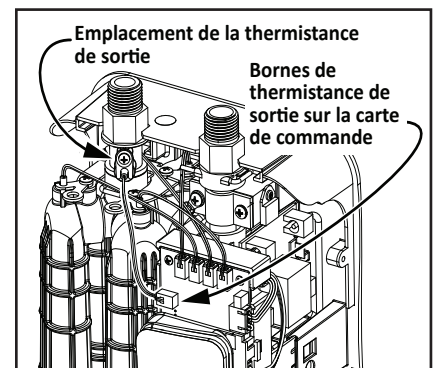

Figure 22 - Emplacement de la thermistance de sortie.
**3** Une fois le capot avant enlevé, prenez le temps de noter la façon dont la thermistance de sortie est installée et dans quel connecteur de la carte de commande le faisceau de câblage est branché. Voir Figure 22.
Brancher le connecteur de câble de la thermistance de sortie sur la carte de commande. Voir Figures 22 et 23 à la page 20.